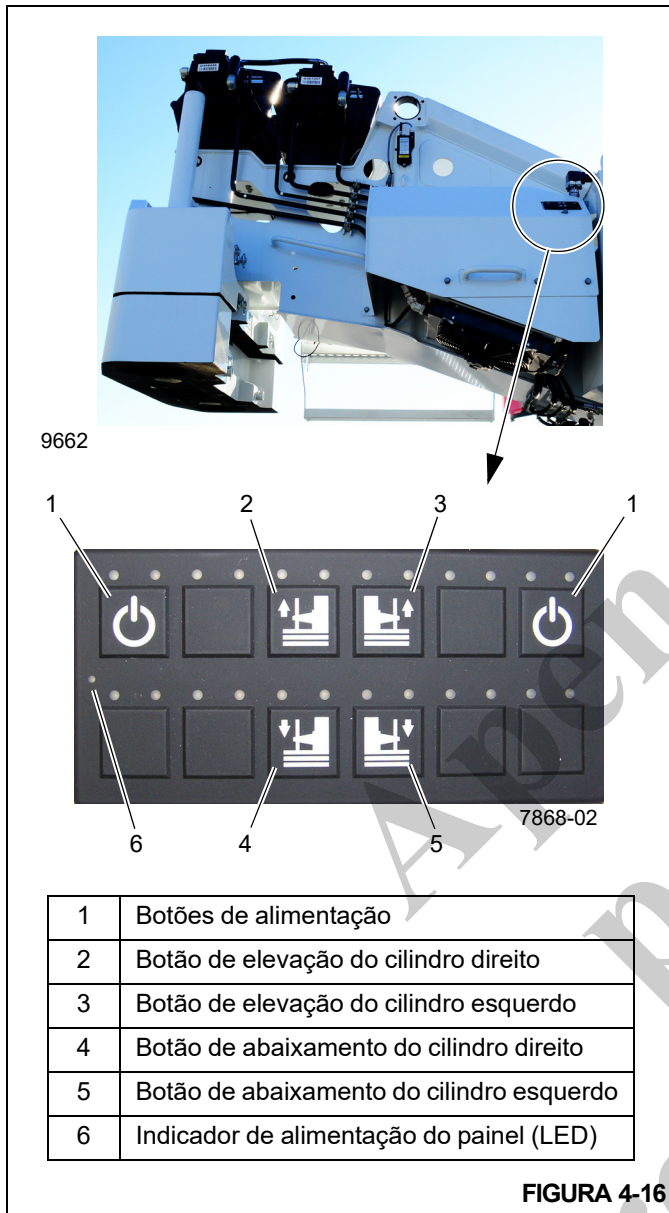

FIGURA 4-16
A Figura 4-16 mostra o painel de controle do contrapeso. Um painel de controle está localizado em cada lado da superestrutura. Os painéis de controle somente funcionarão se a Chave de alimentação das funções do guindaste estiver desligada, um apoio de braço estiver na posição para cima ou se não houver ninguém sentado no assento do operador na cabine do guindaste. Um LED verde (6, Figura 4-16) no lado esquerdo do painel de controle acenderá para indicar que o painel está operacional.
Para iniciar a função, pressione e segure o botão de alimentação (1) e, em seguida, o botão de elevação ou abaixamento do contrapeso (4, 5, Figura 4-16). Se um botão de elevação ou abaixamento de cilindro de remoção do contrapeso (4, 5, Figura 4-16) é pressionado sem antes pressionar e manter pressionado um Botão de alimentação (1, Figura 4-16), um LED vermelho acima desse botão pisca.
8. Usando o painel de controle do contrapeso (Figura 4-16) localizado em qualquer dos lados da superestrutura, abaixe os cilindros do contrapeso. Para obter mais informações, consulte *Abaixamento dos cilindros de contrapeso*, página 4-25.
7. Usando o painel de chaves do contrapeso (Figura 4-16) localizado em qualquer dos lados da plataforma rotativa, eleve um pouco os cilindros de remoção do contrapeso. Para obter mais informações, consulte *Elevação dos cilindros de contrapeso*, página 4-25.
9. Usando o painel da chave do contrapeso (Figura 4-16), abaixe totalmente os cilindros de remoção do contrapeso. Para obter mais informações, consulte *Abaixamento dos cilindros de contrapeso*, página 4-25.
9. Usando o painel de controle do contrapeso (Figura 4-16) localizado em ambos os lados da superestrutura, abaixe os cilindros de remoção do contrapeso. Para obter mais informações, consulte *Abaixamento dos cilindros de contrapeso*, página 4-25.
11. Usando o painel de controle do contrapeso (Figura 4-16), eleve totalmente os cilindros de remoção do contrapeso. Para obter mais informações, consulte *Elevação dos cilindros de contrapeso*, página 4-25.
8. Usando o painel de controle do contrapeso (Figura 4-16), abaixe totalmente os cilindros de remoção do contrapeso. Para obter mais informações, consulte *Abaixamento dos cilindros de contrapeso*, página 4-25.